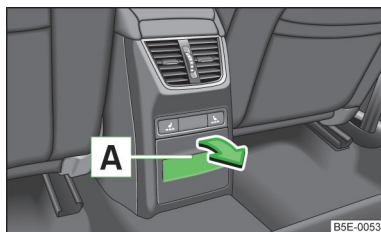

Fig. 75
► Tirare la parte superiore della sede sagomata » fig. 75 e aprire lo scomparto nella direzione indicata dalla freccia.